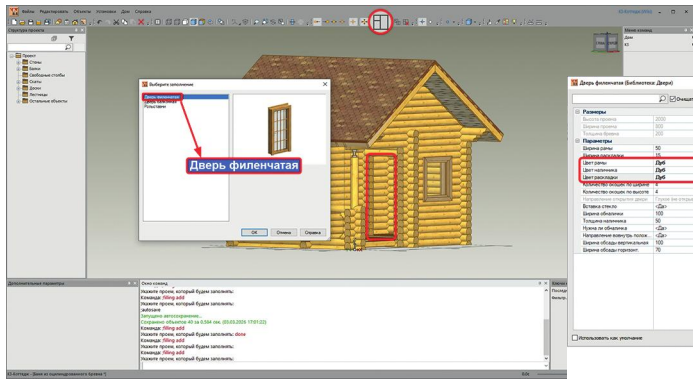
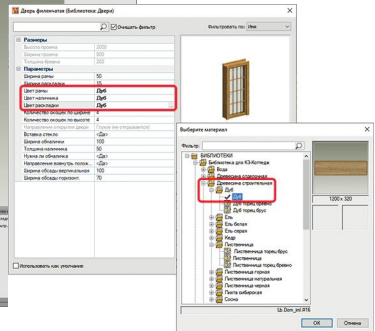

рис. 95
рис. 96
2. Далее точно так же укажите дверной проём на **стене Б**. В появившейся на экране карточке **Тип двери** (рис.95) выберите **Дверь филенчатая** и нажмите кнопку **ОК**. В появившейся карточке параметров двери в полях **Цвет рамы**, **Цвет наличника** и **Цвет раскладки** выберите **Дуб** (рис. 96) так же, как для окна. Нажмите **ОК**.